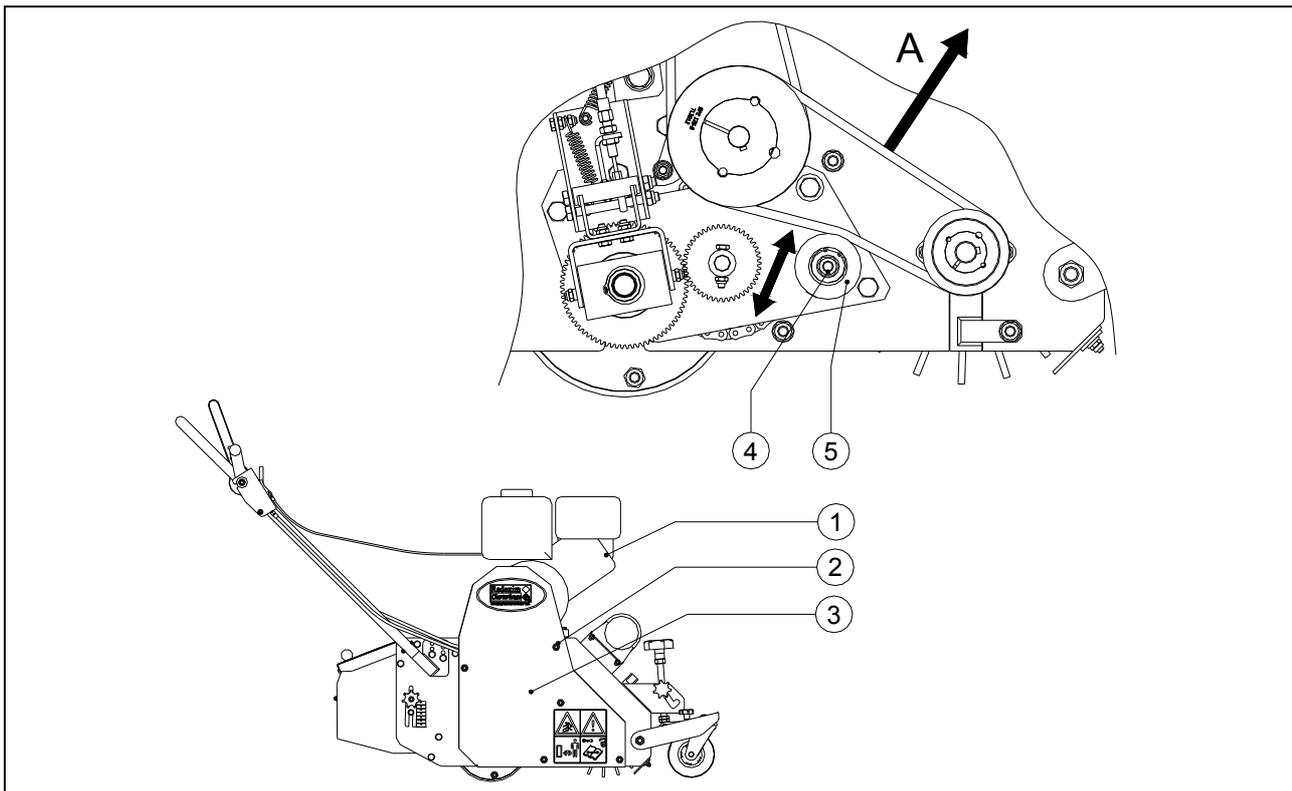

Fig. 17
1. Rodillo tensor para la propulsión del cepillo. (Véase la Fig 17)
### **Rodillo tensor para la propulsión del cepillo. (Véase la Fig. 17)**